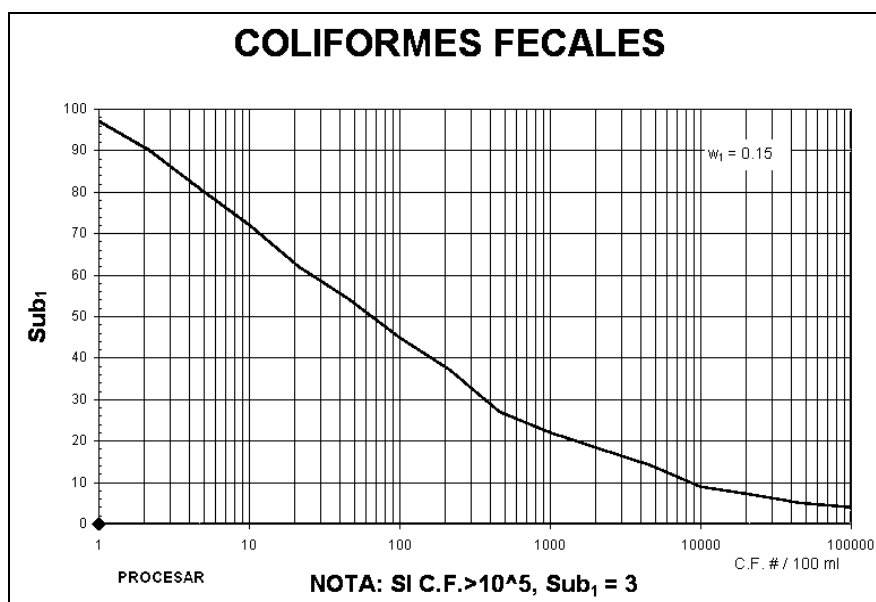

Figura 1 Valoración de la calidad de agua en función de Coliformes Fecales
Si los Coliformes fecales son mayores de 100,000 Bact/100 mL el (Sub_i) es igual a 3. Si el valor de Coliformes fecales es menor de 100,000 Bact/100 mL, buscar el valor en el eje de (X) en la **Figura 1** se procede a interpolar al valor en el eje de las (Y). El valor encontrado es el (Sub_i) de Coliformes fecales, se procede a elevarlo al peso w₁.